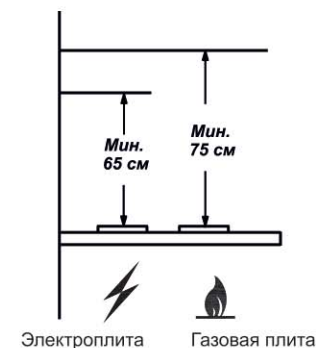

РИС. 1
- разметьте линию установки нижней части зонта над плитой рис. 1 ;
1.2 Зонт устанавливайте над плитой, как показано на рис. 1.
4.6 Устанавливайте зонт над плитой в соответствии с рис. 1.